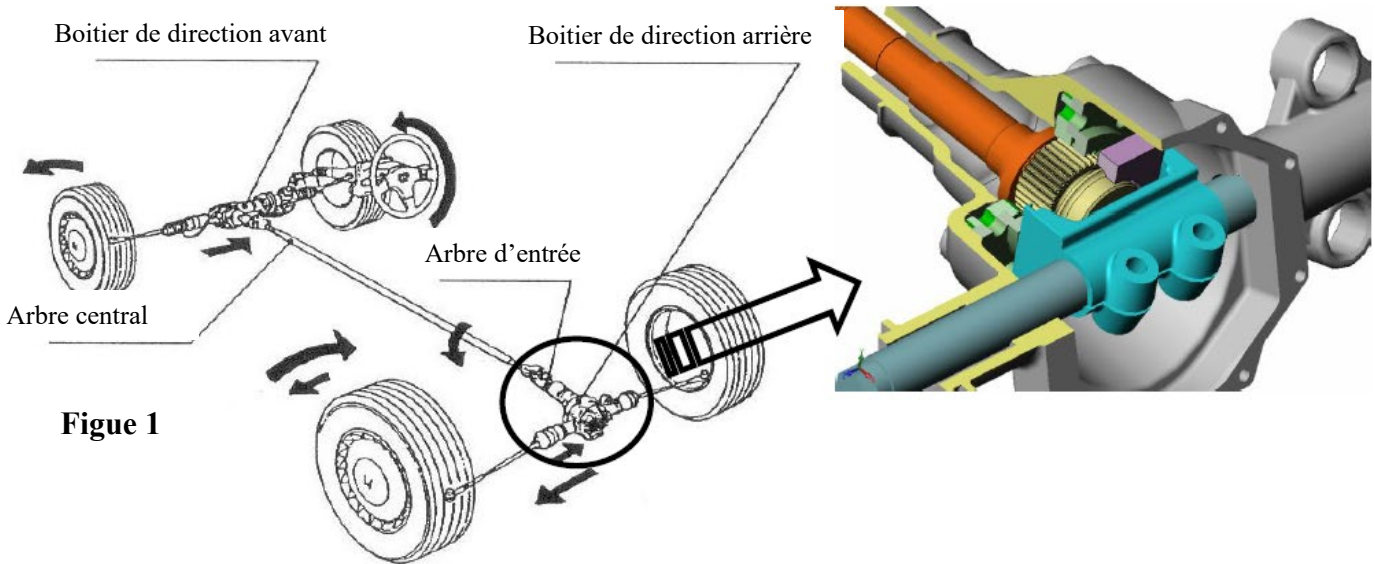

Figure 1
La figure 1 représente l'ensemble du système de direction ainsi que les sens de déplacements des différents composants.
L'arbre central (Figure 1) transmet le mouvement entre le boîtier avant et l'arbre d'entrée à excentrique (1), d'excentricité e . L'arbre excentrique (1) est en liaison pivot d'axe (O, \bar{z}_0) par rapport au bâti (0).